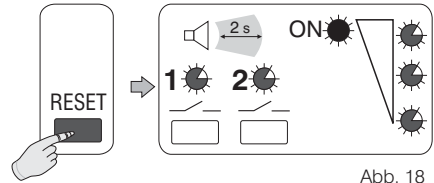

Abb. 18
- Drücken Sie kurz auf die **Taste "RESET"**: nach dem Loslassen leuchten alle **LEDS** auf, gleichzeitig ertönt akustisches Signal. Die **LED ON** leuchtet dauernd auf (Abb. 18).